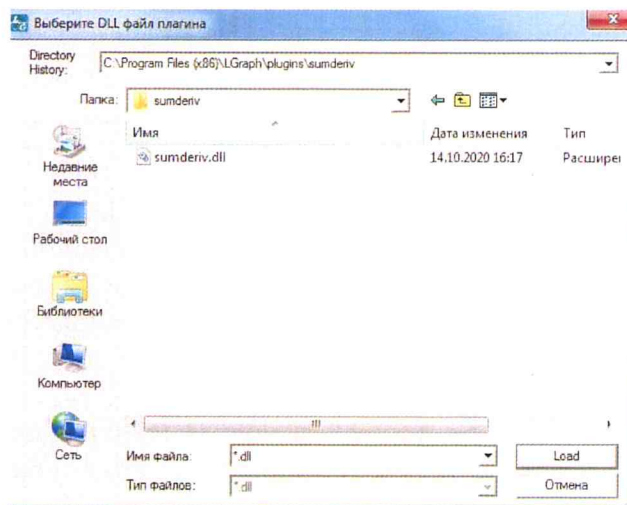

Рисунок 13. Файл «sumderiv.dll»
4) В папке «sumderiv» выберите файл «sumderiv.dll» и нажмите кнопку «Load» (рисунок 13).